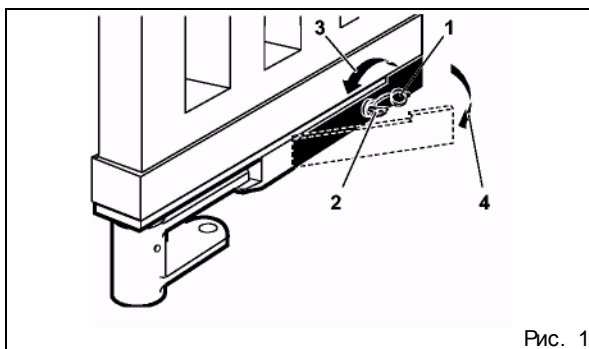

Рис. 1
Ворота необходимо регулярно осматривать и проверять на прочность. Петли должны всегда находиться в отличном состоянии. Шарнир и шарик в опорной планке необходимо регулярно смазывать через предусмотренное отверстие (рис. 1, поз. 13). Шарниры внешних рычагов и шестерня привода должны быть хорошо смазаны.
- Отодвинуть лепесток замка (рис. 1, поз. 1).
- Вставить ключ в замок (рис. 1, поз. 2).
- Повернуть ключ в направлении стойки ворот до упора (рис. 1, поз. 3).
- Оттянуть рычаг в сторону (рис. 1, поз. 4).